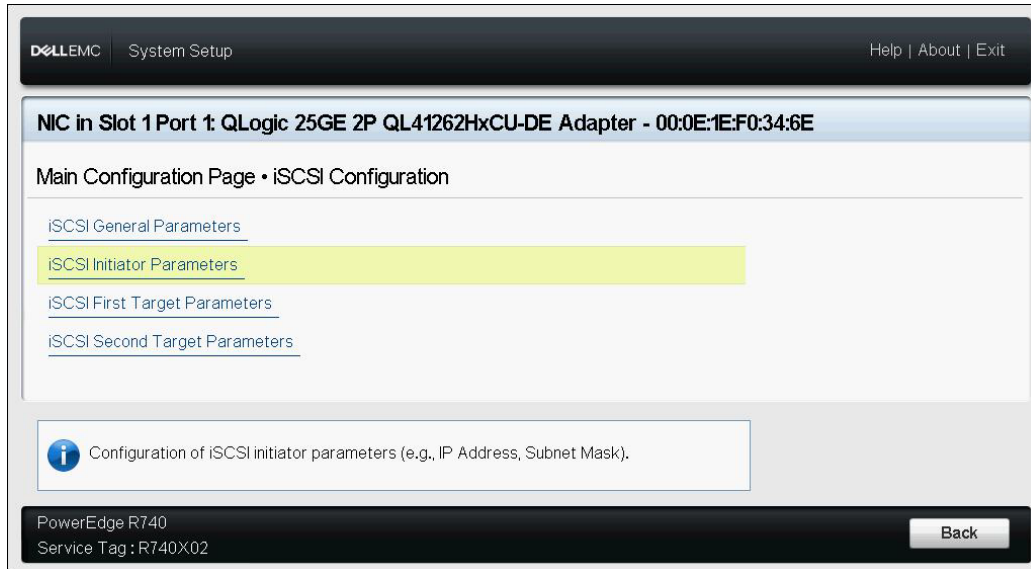

Figure 9-9. Configuration du système : Sélectionner les paramètres d'initiateur iSCSI
5. Sélectionnez **Paramètres de l'initiateur iSCSI** (Figure 9-9) et appuyez sur **ENTRÉE**.